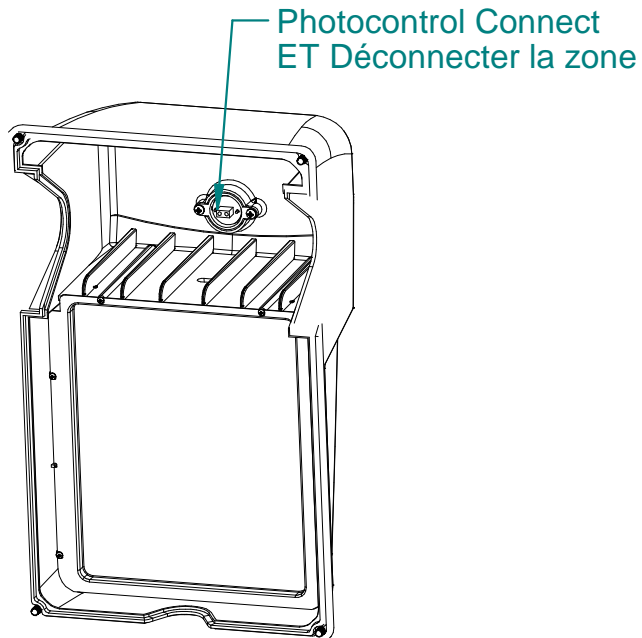

Fig. 3
- Réinstallez les pièces supprimées lors des étapes précédentes. Remarque importante: si vous ne souhaitez pas que la cellule photoélectrique allume et éteigne la lumière en fonction du niveau d'éclairage extérieur, il vous suffit de ne pas rebrancher le connecteur blanc (voir Fig 3).